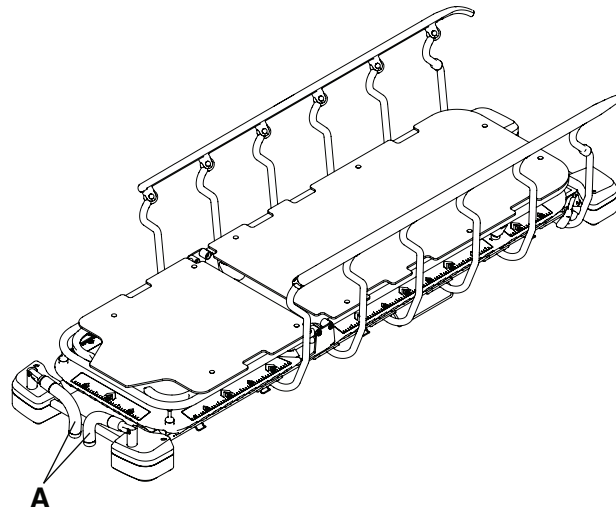

図8-頭側端部プッシュハンドルの格納
4. 頭側端部プッシュハンドル (A) を格納するには、上記手順を逆に行います (図8)。